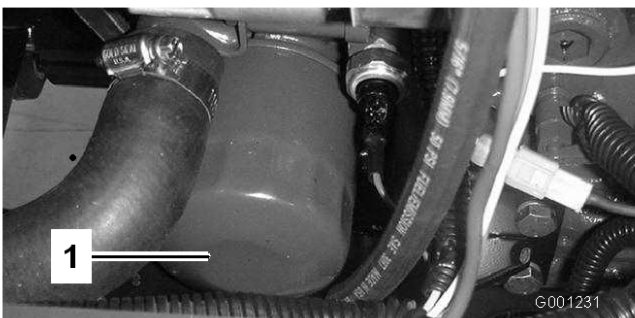

Bild 49
6. Entfernen und wechseln Sie den Ölfilter aus (Bild 49).